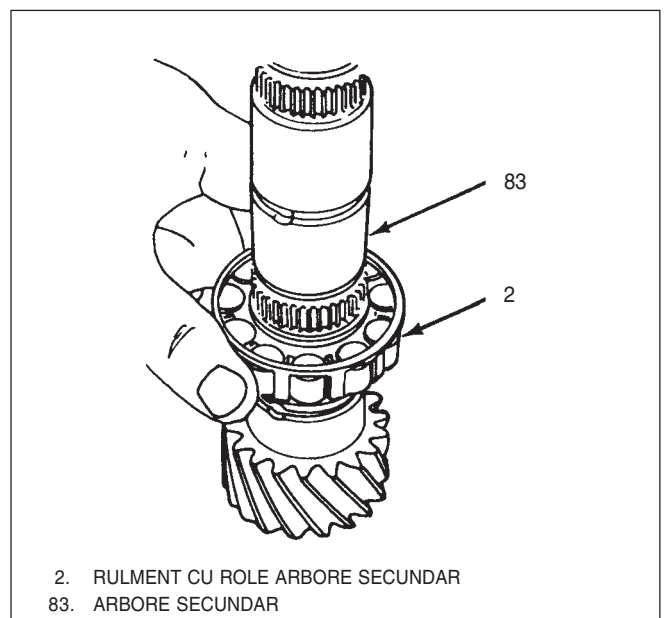

Fig. 27 Demontare rulment cu role arbore secundar
- 6) Se scot : inelul de reținere(5) cu semiinelele(3) și rulmentul cu role(2), Fig 27.